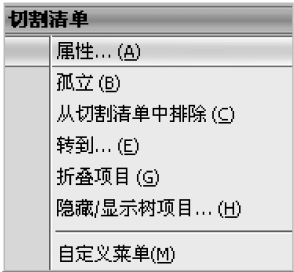

图 8-13 快捷菜单
- 1) 在零件文件中，用鼠标右键单击切割清单项目图标，在弹出的快捷菜单中选择【属性】命令，如图 8-13 所示。